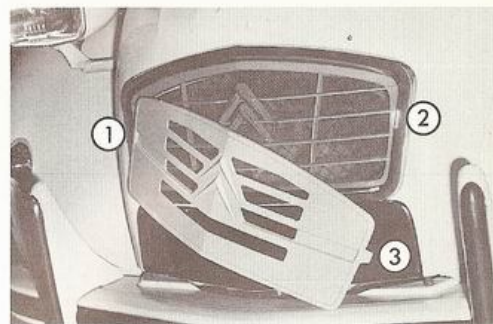

Fig. 23 - Applicazione della mascherina
*Tirato verso il conducente* : aria orientata verso il parabrezza.*Spinto verso il cruscotto* : aria orientata verso il pavimento*In posizione intermedia* : aria ripartita fra parabrezza e pavimento.**Mascherina della calandra (Fig. 23)***Con temperature inferiori a +10°C*, collocare la mascherina della calandra procedendo come segue :